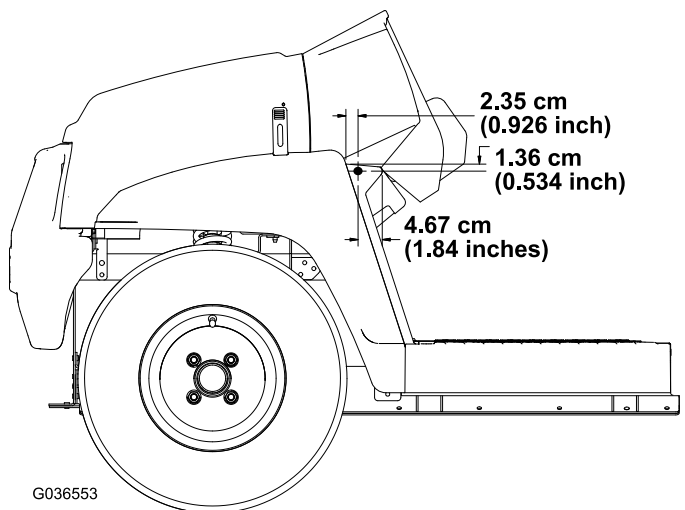

Bild 4
3. Verwenden Sie die in Bild 4 abgebildeten Abmessungen und bohren Sie ein $\frac{5}{16}$ " großes Loch in die Außenseite der Fußplatte an der linken und rechten Seite der Maschine.